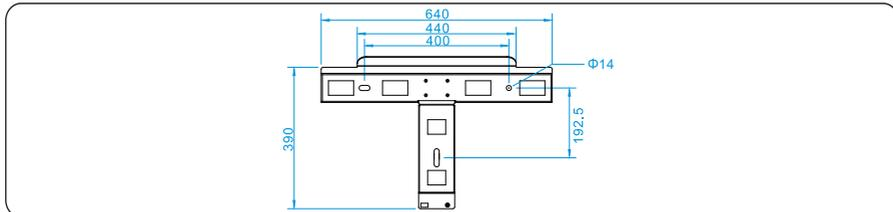

Figura 4.9 Painel traseiro (mm)
Passo 1 Retire o painel traseiro da caixa de embalagem e determine as posições do inversor e do suporte, conforme mostrado na Figura 4.9.